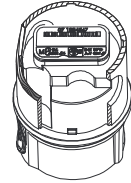

Abb. 6
- 2.10. Messeinsatz so in den Montageschlüssel stecken, dass die Zapfen des Montageschlüssels in die Aussparungen des Gewinderinges passen (Abb. 6).